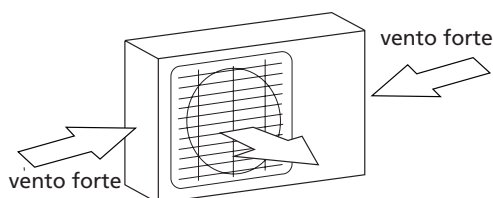

Fig. 6.1
- Se o local for exposto a ventos fortes (por exemplo: perto de uma praia), a unidade deve ser colocada contra a parede para a proteger do vento. Se necessário, utilizar um quebra-ventos (ou similar)(Ver Fig. 6.1 & 6.2)